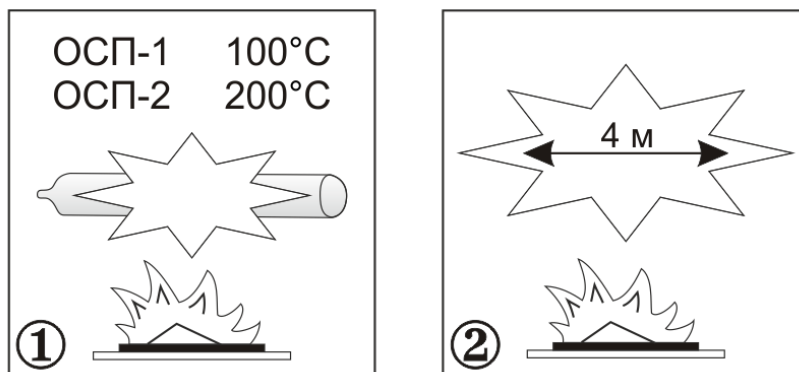

Рисунок 1 - Температура срабатывания ОСП и зона возможного разлета осколков при срабатывании
4.1 ОСП представляет собой герметичную стеклянную колбу, заполненную огнетушащим порошком и газообразователем. При возникновении возгорания и нагреве до 100°C (ОСП-1) или 200°C (ОСП-2) газообразователь разлагается с большим газовыделением, давление в колбе интенсивно увеличивается, что приводит к её разрушению и импульсному выбросу огнетушащего порошка (см. рис.1).
5.3. Зона возможного разлета осколков при срабатывании до 4 м (см. рис.1).